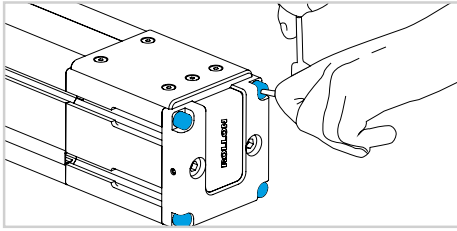

図 10
- 10) アイドルヘッドプレートの 4 本のネジを緩めます (図 10 を参照)。